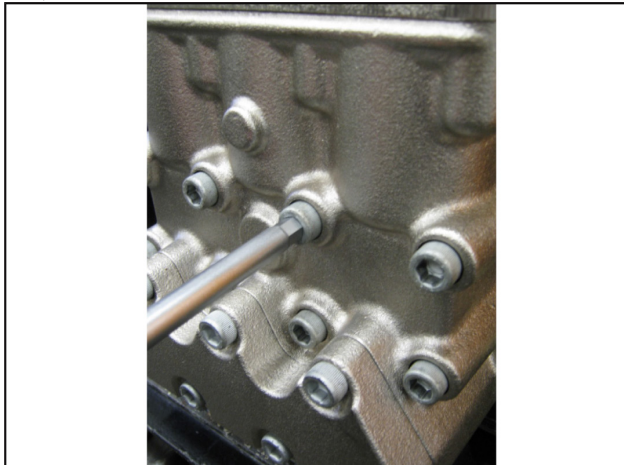

Рис. 20
- а) Открутите винты крепления торца M12x150, как указано на Рис. 20.